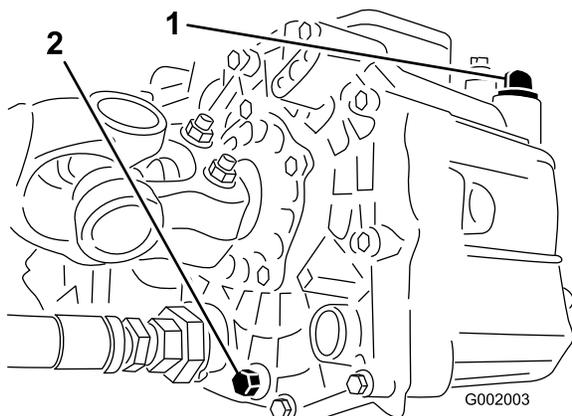

Figura 38
- Togliete la valvola di spurgo situata sul fianco del serbatoio e lasciate defluire il fluido idraulico nella bacinella. (Figura 38).